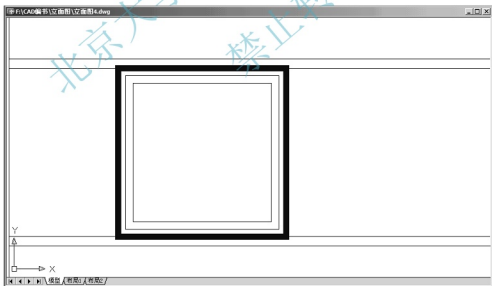

图 4.12 偏移生成窗框和窗扇的轮廓线
- (1) 设置【门窗】图层为当前层, 用【窗口缩放】命令将左下角的窗洞口放大。
- (2) 用【偏移】命令将窗洞口线向内偏移两个 80mm, 由于被其偏移出的两个矩形线宽为 50mm, 所以需用【分解】命令将其分解。矩形分解后, 组成矩形的 4 条边变成 4 条独立直线, 所以线宽也变为 0mm, 结果如图 4.12 所示。